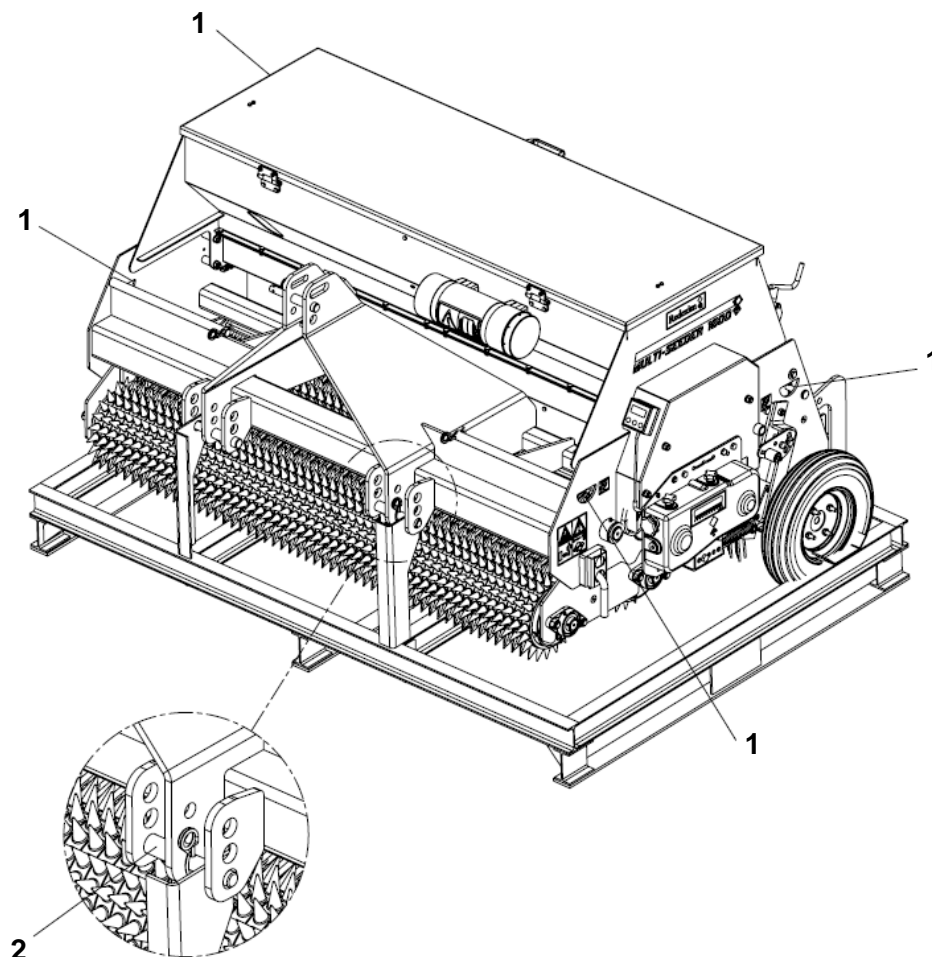

Abbildung 4
1. Befestigen Sie die Kabel an den Hubpunkten (1). (Siehe Abbildung 4)